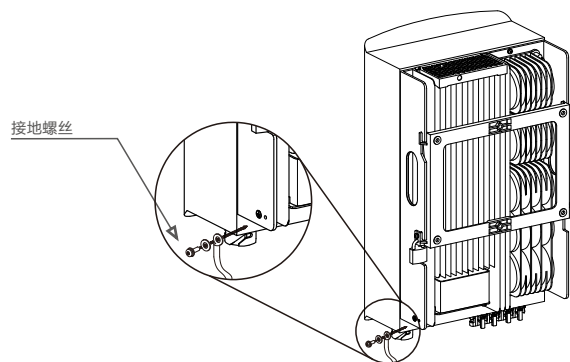

图5.10 线缆固定
6. 用接地位置的螺钉将制作好的接地线缆固定，并用十字螺丝刀将螺钉紧固，紧固力矩为2Nm(如图5.10)。